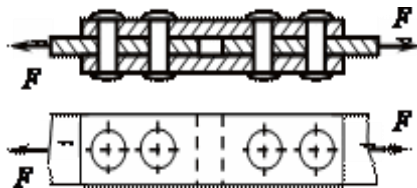

Рисунок 3
3. Рассчитать количество заклепок диаметром $d = 4$ мм, необходимое для соединения двух листов двумя накладками (см. рис.3). Материалом для листов и